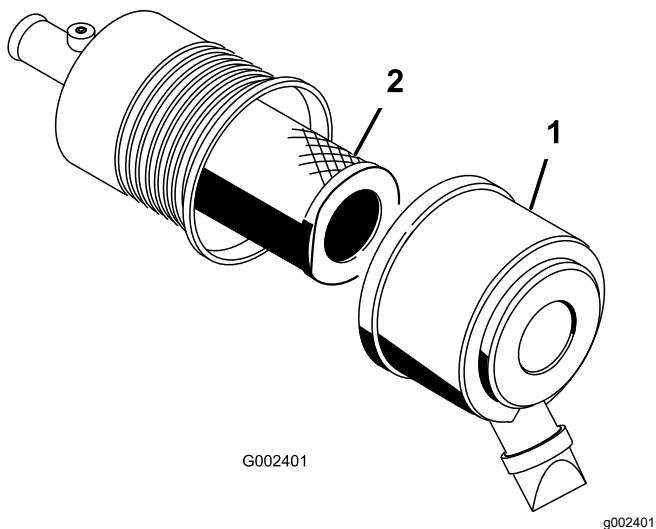

Figura 33
1. Eliberați elementele de fixare ale filtrului de aer i îndepărtați capacul filtrului de aer (Figura 33).
3. Glisați uor filtrul din corpul filtrului de aer (Figura 33).
5. Glisați cu atenție filtrul peste tubul corpului (Figura 33).
6. Montați capacul filtrului de aer la partea de sus i fixați-l cu elementele de fixare (Figura 33).